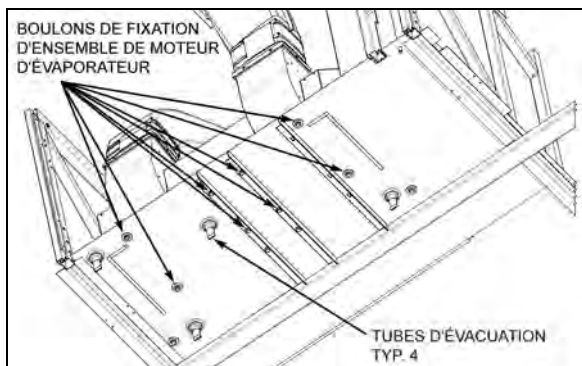

FIGURE 41: BOULONS DU MOTEUR DE L'ÉVAPORATEUR
9. Depuis le dessous du véhicule, dévisser les huit boulons qui fixent la base du double ventilateur refoulant. Enlever la totalité du double ventilateur du compartiment de l'évaporateur (Figure 41).